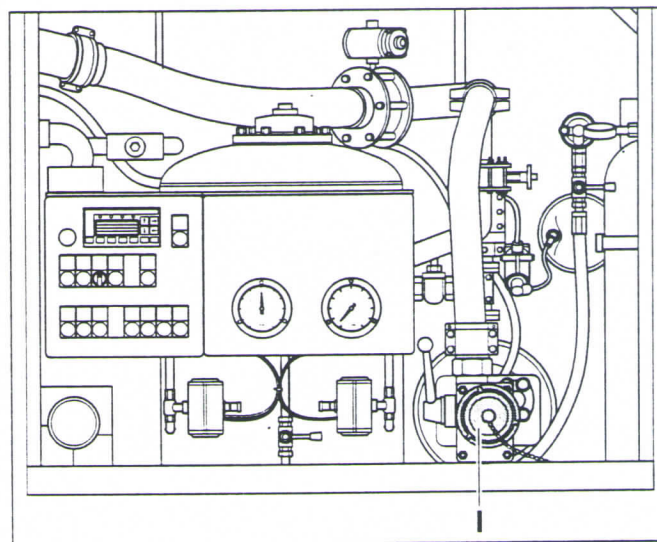

Fig. 46/2 Saída de pressão com órgão obturador
- Abra o órgão obturador na saída de pressão desejada (Fig. 46/2).